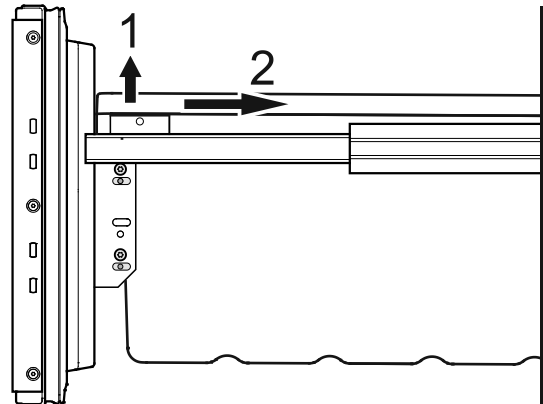

Figure 24
- Désenclipper les coins gauche et droit du récipient en le tirant vers le haut (1) - **Figure 24.**
- Pousser le récipient vers l'arrière (2) - **Figure 24.**
- Retirer les récipients des tiroirs du compartiment congélateur comme aux **Figures 24 et 25**.